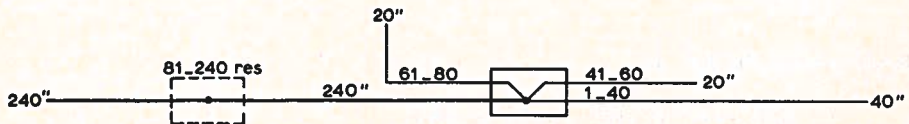

FIG. 6
a. In de mof met de reserve-adres is geen uitgang meer vrij; de voedingskabel werd voorheen al in drie andere gesplitst. Wil men de reserve-adres nu gaan gebruiken, dan moet men vóór de bestaande mof een nieuwe splitsmof om de voedende kabel aanbrengen en hieruit de reserve-adres naar buiten brengen; fig. 6.